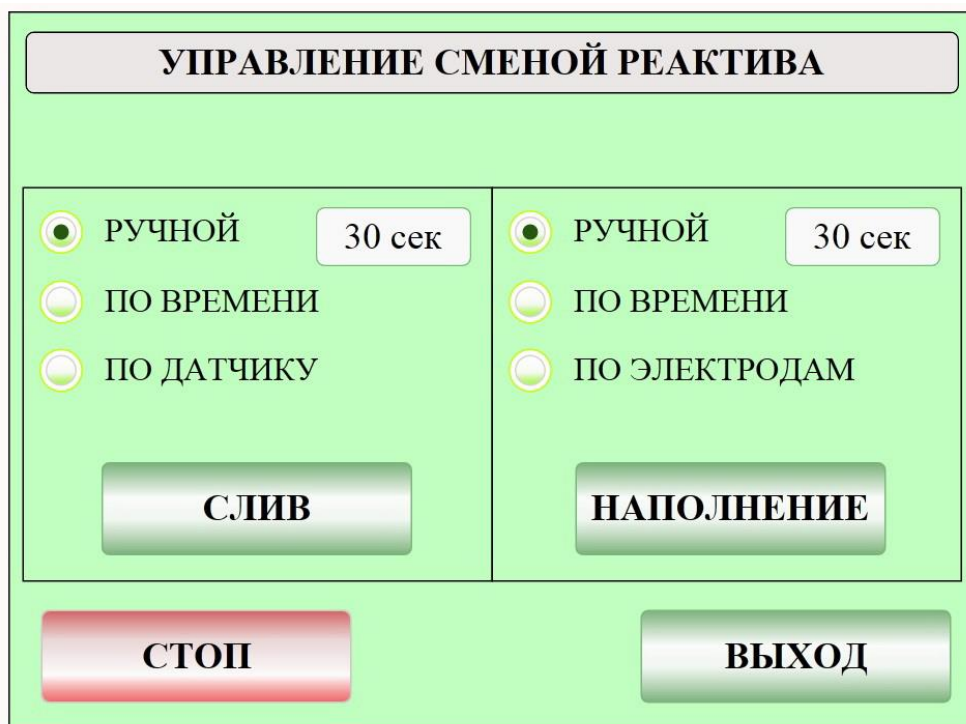

Рисунок 6
- 8.1.6. В меню «НАСТРОЙКИ» нажать кнопку **СМЕНА РЕАКТИВА** – откроется окно «УПРАВЛЕНИЕ СМЕНОЙ РЕАКТИВА» (Рисунок 6).